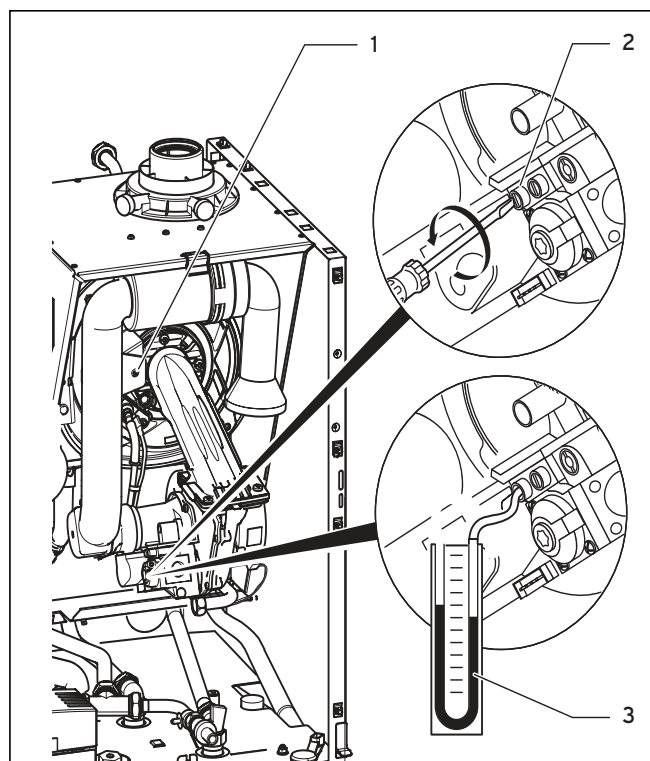

Рис. 7.5 Измерение давления подключения (давление истечения газа)
- Закройте измерительный ниппель (2, рис. 7.5) уплотнительным винтом.
- Откиньте вверх воздухозаборник и снова закрепите его крепежным болтом (1, рис. 7.5).